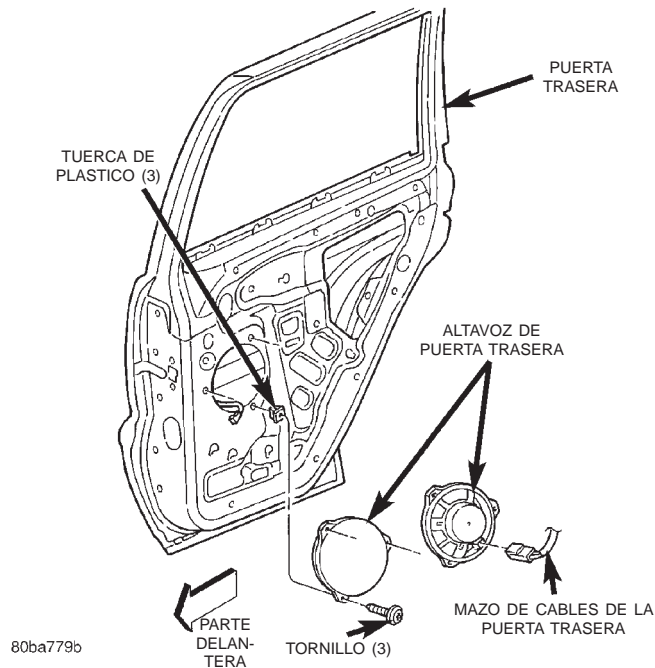

Fig. 10 Desmontaje e instalación del altavoz de la puerta trasera
- (1) Desconecte y aisle el cable negativo de la batería.
- (2) Retire el panel tapizado de la puerta trasera. Para informarse sobre los procedimientos, consulte **Panel tapizado de puerta trasera** en la sección Desmontaje e instalación del grupo 23, Carrocería.
- (3) Retire los tres tornillos que fijan el altavoz al panel interior de la puerta trasera (Fig. 10).
- (4) Separe el altavoz del panel interior de la puerta trasera, lo suficiente para acceder al conector de mazo de cables de la puerta trasera.
- (5) Desconecte el conector del mazo de cables de la puerta trasera del receptáculo del conector del altavoz.
- (6) Retire el altavoz del panel interior de la puerta trasera.